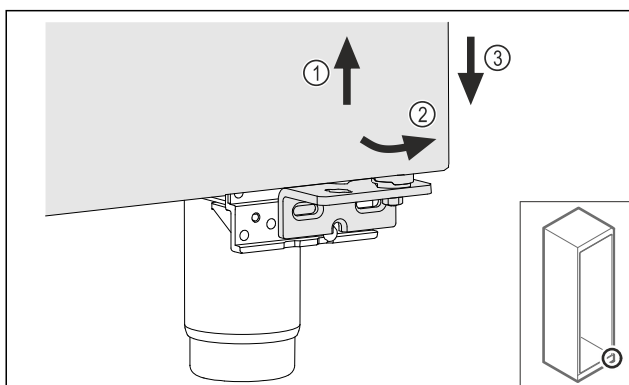

Fig. 20
- ▶ Kissé emelje meg az ajtót Fig. 20 (1), billentse előre az alját Fig. 20 (2), és eressze le Fig. 20 (3).